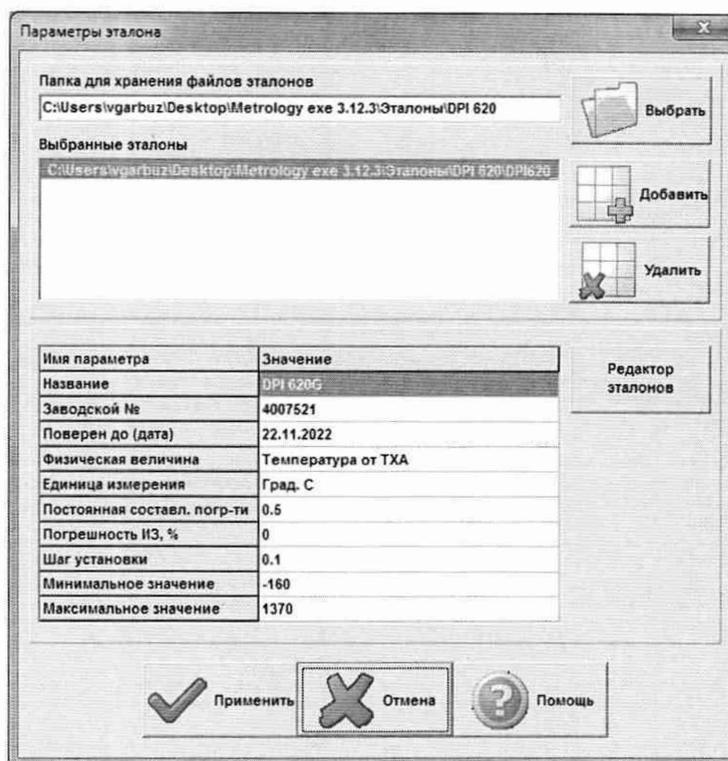

Рисунок 5 – Окно «Параметры эталона»
8.6.8.3 В меню «Настройки/Эталоны» (Рисунок 5) занести параметры рабочего эталона. В поле «Выбранные эталоны» отображается перечень файлов с описаниями рабочих эталонов, применяемых в зависимости от выполняемых работ.